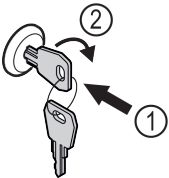

Fig. 123 Зображення для прикладу
- ▶ Вдавити ключ Fig. 123 (1).
- ▶ Повернути ключ на 90° за годинниковою стрілкою Fig. 123 (2).